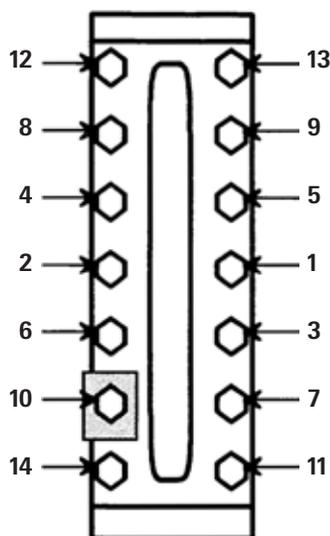

Figura 1: Secuencia de apriete de tuercas
Usando una llave de pares, apriete las tuercas en incrementos de cinco ft-lb (7 N-m) siguiendo la pauta en «Z» según la Figura 1, hasta que se llegue a los valores que aparecen en la Tabla 3 para el indicador específico de nivel. Para indicadores de secciones múltiples, proceda primero al apriete de la(s) sección(es) central(es) y pase progresivamente a los extremos del indicador.
NOTA: Dependiendo de las dimensiones del indicador puede que haya menos pernos que los que aparecen en la Figura 1. Comience en el centro y siga la pauta en «Z» hacia fuera hasta los últimos pernos en un indicador específico.
Usando una llave de pares, apriete las tuercas en incrementos de cinco ft-lb (7 N·m) siguiendo la pauta en «Z» según la Figura 1, hasta que se llegue a los valores que aparecen en la Tabla 3.
10. En el caso del indicador reflex, gire rápidamente el conjunto sobre la parte posterior de los pernos en U. Monte la placa de características, la arandela y las tuercas a los pernos en U. Apriete las tuercas con los dedos. Usando una llave de par, apriete las tuercas en incrementos de 5 ft-lb (7 N·m), siguiendo la secuencia de la Figura 1 hasta alcanzar los valores de par de la Tabla 3.
NOTA: Dependiendo de las dimensiones del indicador puede que haya menos pernos que los que se muestran en la Figura 1. Comience en el centro y siga la pauta en «Z» hacia fuera hasta los últimos pernos en un indicador específico.
15. Instale la placa de características, la arandela y las tuercas a los espárragos. Apriete las tuercas con los dedos. Usando una llave de par, apriete las tuercas en incrementos de 5 ft-lb (7 N•m), siguiendo la secuencia de la Figura 1 hasta que se llegue a los valores de par de la Tabla 3.